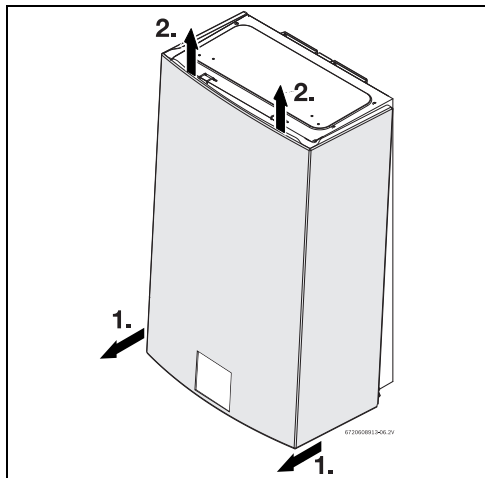

Рис. 24
- ▶ Снимите переднюю крышку, см. Рис. 24 .